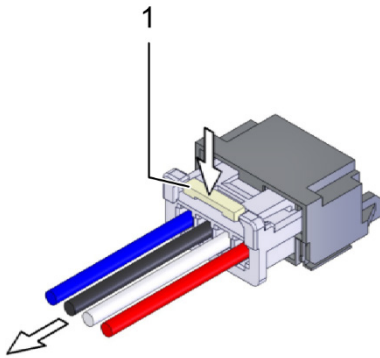

Abb. 49: Steckersperre lösen
- Die Batterie trennen. Auf die Sperre drücken (Abb. 49, Pos. 1) und den Stecker vorsichtig herausziehen, um den Anschluss zu trennen.